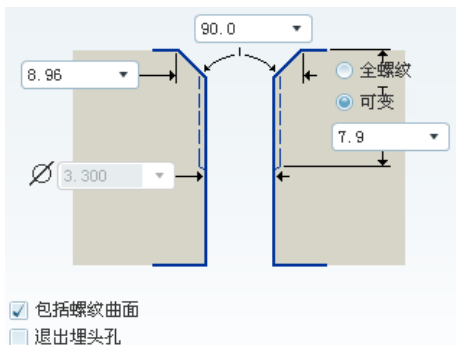
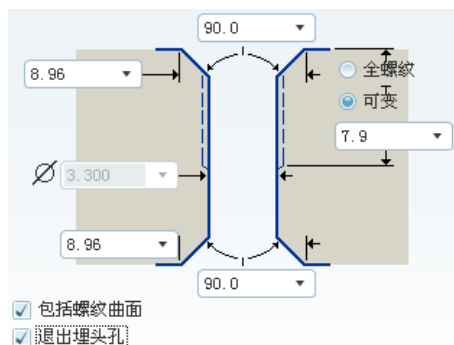

图 5.14.14 埋头螺钉螺孔 1
图 5.14.15 埋头螺钉螺孔 2
(2) 埋头螺钉螺孔形式。在操控板中单击和, 再单击 **形状**, 系统弹出图 5.14.14 所示的界面, 如果选中 ☒ 退出埋头孔 复选框, 则螺孔形式如图 5.14.15 所示。注意: 如果不选中 ☒ 包括螺纹曲面 复选框, 则在将来生成工程图时, 就不会有螺纹细实线。